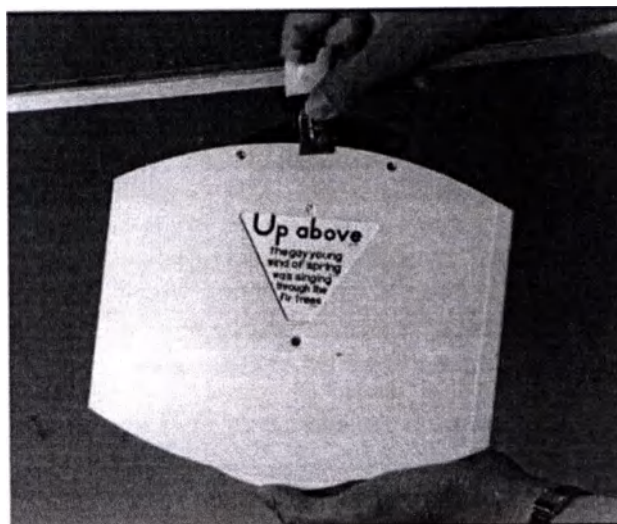

Рисунок 3 - Крепление ротографа к отсчётному стержню держателя карты
3) Крепление ротографа (См. рисунок 3 выше)